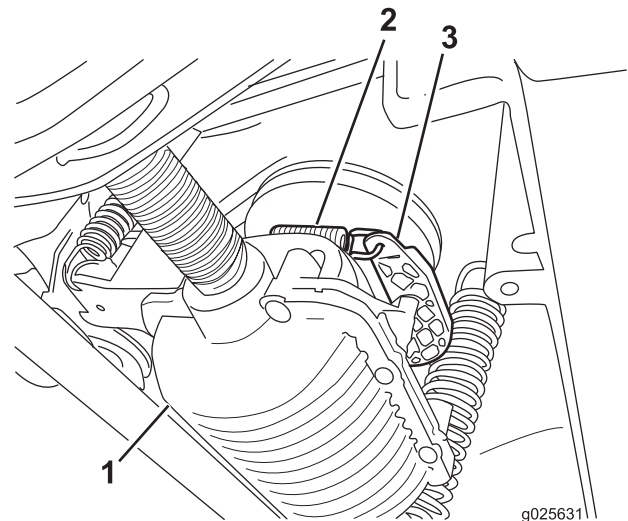

Figure 2
7. Fixez le côté ressort du câble au levier d'activation de la transmission, comme montré à la Figure 2.